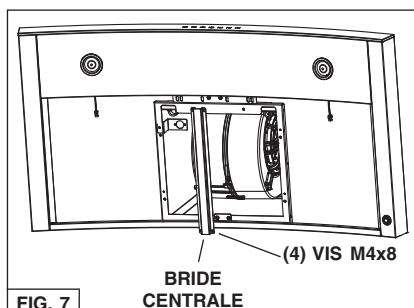

FIG. 7
- Installez la bride centrale avec (4) vis M4x8. FIG. 7.